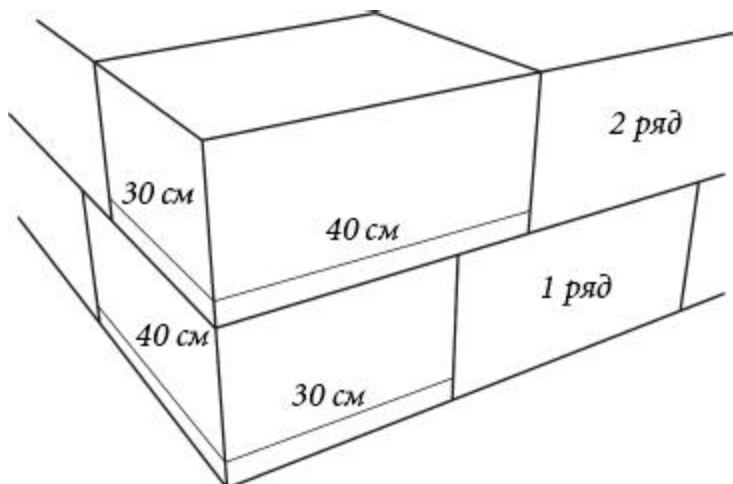

Рис. 15. Возведение стен из
1. Стену возводят из готовых блоков на цементном растворе с обязательной перевязкой швов (рис. 15) или монолитным способом в съемной опалубке из деревянных щитов. Блоки также можно изготовить на месте строительства, заливая в опалубку в виде ящиков приготовленную бетонную смесь. Смесь готовят из цемента марки М 00 и легкого наполнителя (например, керамзита, пемзы или каменноугольного шлака) в объемном соотношении 1 : 10, после перемешивания этих составляющих в смесь заливают воду и замешивают бетон до консистенции жидкого теста. Для повышения пластичности смеси в нее добавляют 1 – 2 части (по отношению к приведенным частям цемента и наполнителя) извести-пушонки. Смесь готовят с помощью бетономешалки. Вариант облегченного бетона – опилкобетон. Его замешивают из цемента марки М-300, извести, песка и сухих опилок в соотношении 1 : 1 : 2 : 6, сначала соединяя попарно цемент с песком и известь с